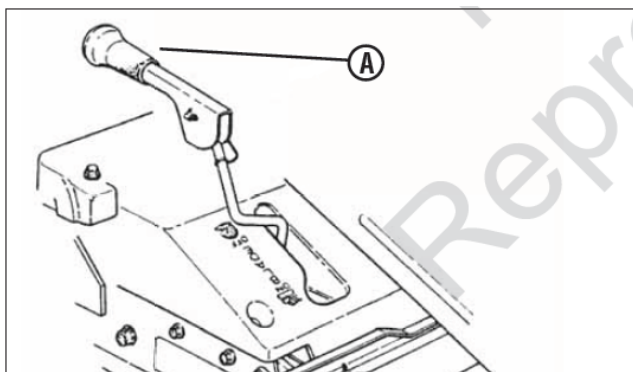

Рис. 4. Рычаг ножа (в отключенном положении)
2. Переведите рычаг переключения передач в нейтральное положение (N). Не запускайте двигатель, когда рычаг переключения передач находится на какой-либо передаче.
3. Убедитесь, что рычаг ножа (А, рис. 4) находится в положении OFF (ВЫКЛЮЧЕНО).